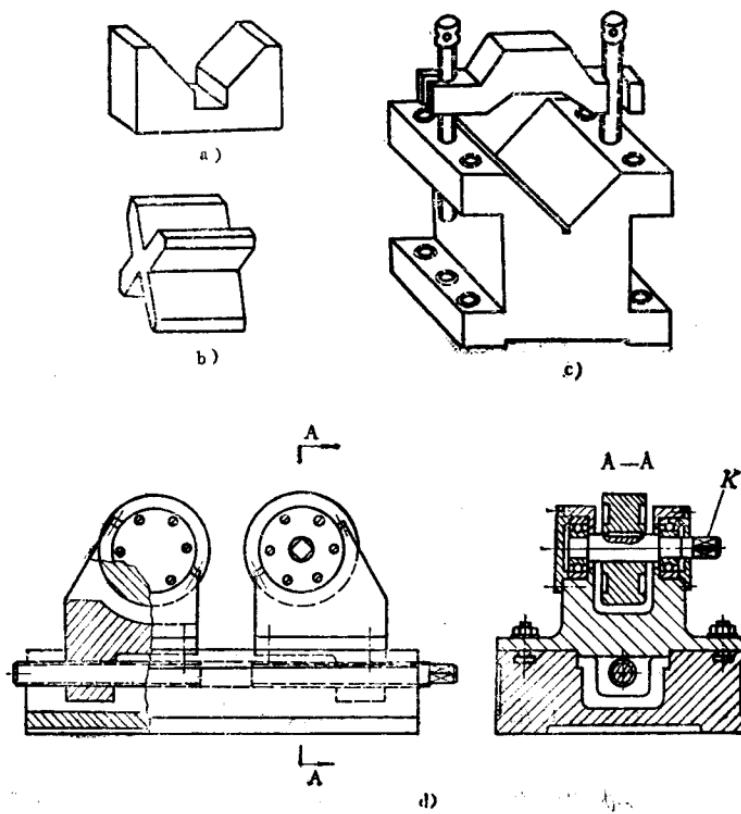

图 6 V形铁和托轮
**V 型铁** V型铁的种类很多，有可调整的，也有固定的。主要用于支承轴、套类工件的划线。图 6 中的 c，可划轴类和非轴类的各种小型工件。可视具体情况，将工件固定在它的顶面、侧面或底面上进行划线。